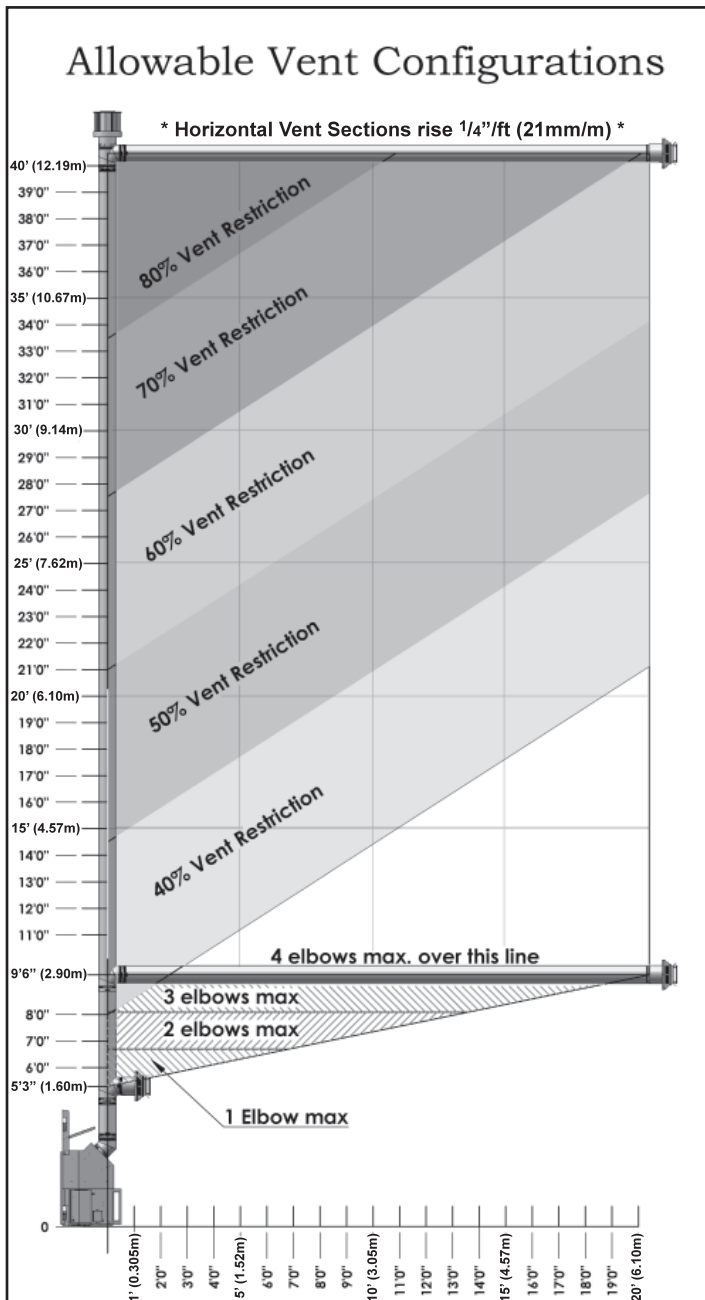

Figure 23. Diagramme des configurations d'évent permis.
Le diagramme sur l'évent, dans la figure 23, illustre les configurations d'évents qui ont testé et certifiées pour l'utilisation de cet appareil. Les coudes 45° sont acceptable pour cette installation et peut être utilisé au lieu des coudes 90°. Vous pouvez utiliser deux (2) coudes 45° pour chaque coude 90° montrés dans ce diagramme.
Les configurations du restricteur, montré à la figure 23, sont recommandées. Les facteurs d'installation comme l'altitude, les conditions atmosphériques prédominant comme la température et le vent, ou le nombre de coudes utilisés, peuvent affecter votre configuration de restricteur final. Une restriction insuffisante peut causer des extinctions du pilote ou des efficacités réduites. Trop de restriction peut conduire à des températures de fonctionnement élevé, des apparences pauvres des flammes, de la suie, ou des accumulations de dépôt de carbone sur les effets du brûleur ou sur la vitre.
- 4) Référez-vous au diagramme d'évacuation (Figure 23) pour choisir d'un restricteur approprié.